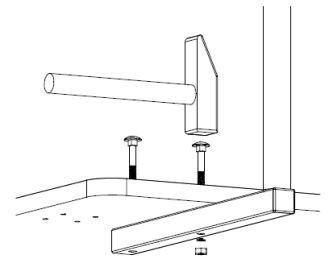

Abb. 2: Montage des Bügels
Befestigen Sie als nächstes den Bügel ② an der Bodenplatte ① (Abb. 2). Schlagen Sie dazu zunächst mit einem Hammer die 4 Flachrundschrauben mit Vierkantansatz ⑦ leicht in die vorgebohrten Löcher der Bodenplatte ein. Anschließend befestigen Sie den Bügel mit Hilfe eines Schraubenschlüssels SW 13 und der 4 Federringe ⑧ sowie der 4 Sechskantmutter ⑨.